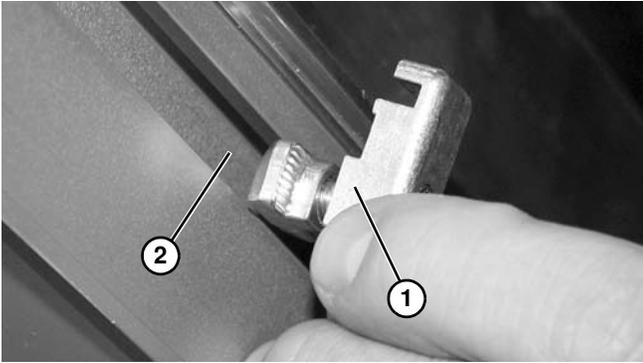

**Figura 16**
3. Instale el rodillo tal y como se muestra en la (**Figura 16, artículo 1**). Apriete los tornillos (**Figura 16, artículo 2**) a 7 Nm.